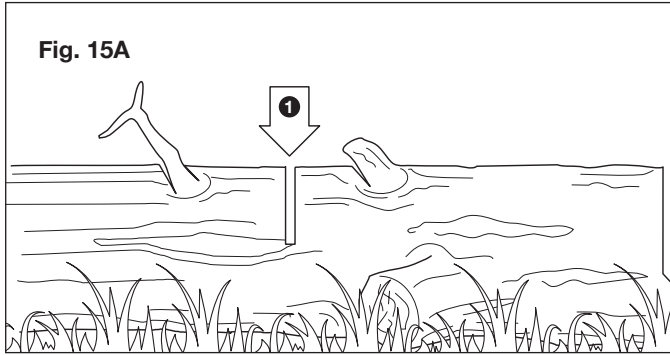

Fig. 15A
- Cuando el tronco es sostenido a través de toda su longitud tal como se ilustra (Fig. 15A), corte desde arriba (leñado desde arriba hacia abajo).